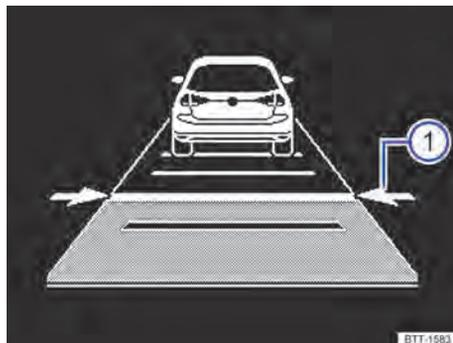

Fig. 121 No display do instrumento combinado: distância regulada ① (representação esquemática, ACC regula).
O display do instrumento combinado exibe o nível ajustado → Fig. 121①. Observar os requisitos para a distância mínima específicos do país.